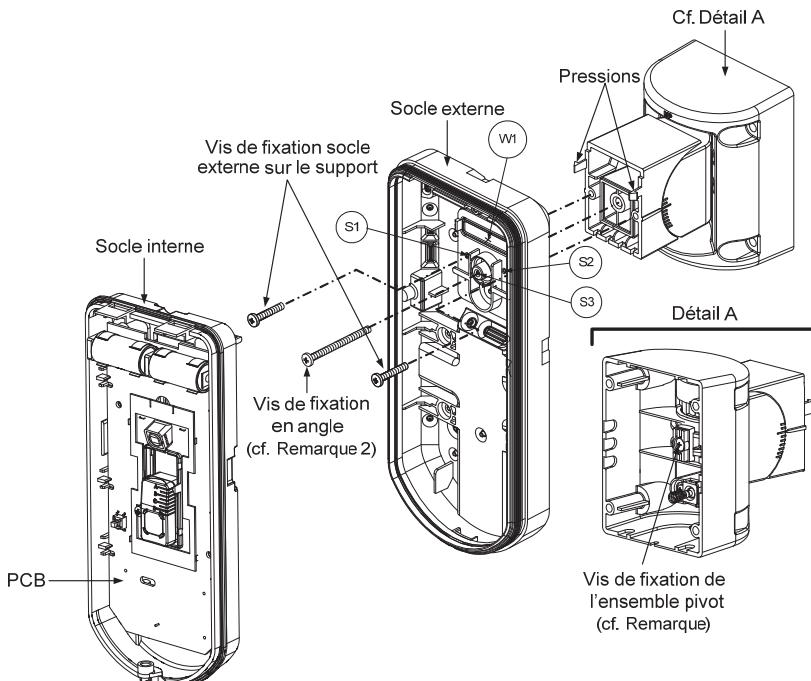

Figure 9
- Fixez le socle externe au support orientable à l'aide des pressions prévues (Figure 9).
4. Fixez le socle externe au pivot à l'aide de deux vis passant par les pastilles pré-percées S1 et S2 (Figure 9).
5. Introduisez la vis de fixation d'angle fournie en partant du socle externe et en passant par la pastille pré-percée S3 de la vis de fixation d'angle située sur le socle externe, pour atteindre le support standard (Figure 9).